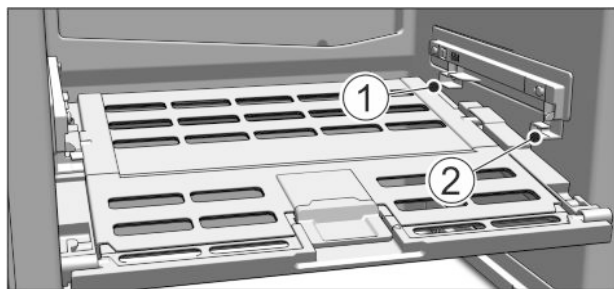

Fig. 10
- ▶ Colocar la tapa del cajón para conservación de frutas y verduras: introduzca los nervios de la tapa desde abajo en el soporte trasero Fig. 10 (1) y encájelos por delante en el soporte Fig. 10 (2).